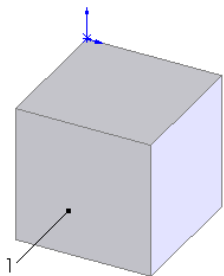

图 3-118 拉伸的图形
**03** 拉伸实体。在菜单栏中选择“插入”→“凸台/基体”→“拉伸”命令，或者单击“特征”工具栏中的“拉伸凸台/基体”图标按钮，将上一步绘制的草图拉伸为“深度”为 60 的实体，结果如图 3-118 所示。
**04** 设置基准面。选择图 3-118 中的表面 1，然后单击“标准视图”工具栏中的“正视图”图标，将该表面作为绘制图形的基准面。